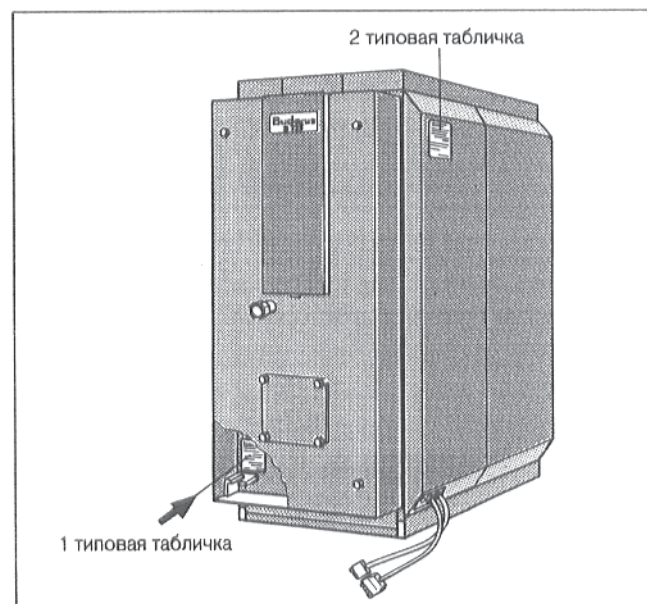

Рис. 20 Принципиальная схема
- Укрепить табличку агрегата сверху на крышке двери корпуса котла (Рис. 20).
- Вторую типовую табличку укрепить на боковой стенке котла (Рис. 20).